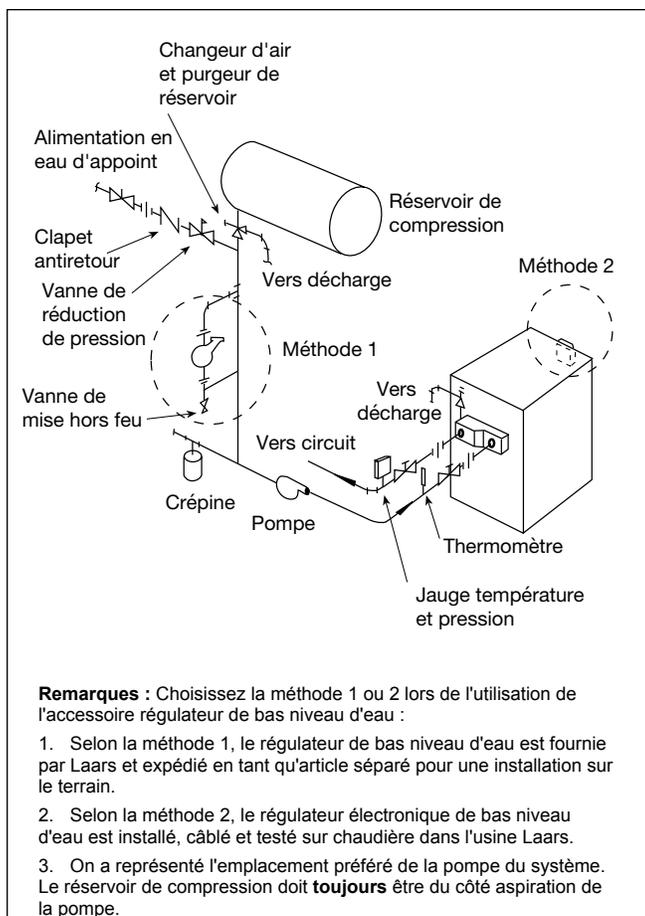

Figure 9. Tuyauterie de chaudière.
3. Une chaudière installée au-dessus du niveau des éléments rayonnants, doit être pourvue d'un régulateur de bas niveau d'eau soit en tant que pièce de la chaudière soit au moment de l'installation de la chaudière (voir Figure 9).
1. Si une crépine est utilisée dans un réducteur de pression ou dans la tuyauterie, nettoyez-la tous les six (6) mois.
2. Au démarrage et tous les six (6) mois par la suite, les flammes de la veilleuse et du brûleur principal doivent être surveillées pour vérifier leur bon fonctionnement (voir les Figures 9 et 10; voir les instructions d'allumage et d'arrêt ci-jointes pour un schéma correct de la flamme de la veilleuse). Si la flamme apparaît avec des pointes de « suie », vérifiez s'il n'y a pas de débris près des orifices, appelez un technicien d'entretien.